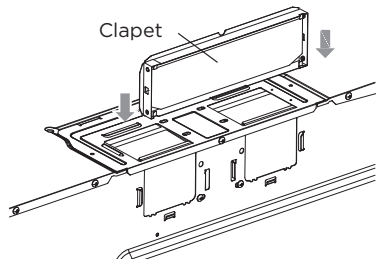

Figure 12
- Alignez précisément l'ouverture du four à micro-ondes et le clapet et fixez ce dernier à la plaque arrière en le glissant dans les guides de la plaque arrière. Voir les figures 12 et 13.